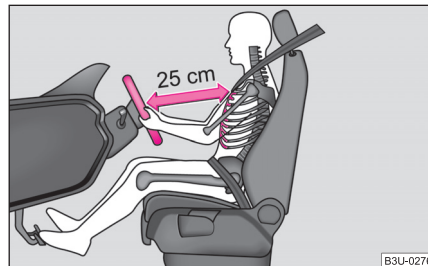

Fig. 128 Distanța corectă a conducătorului față de volan ►
- Reglați astfel scaunul conducătorului auto încât distanța dintre volan și torace să fie de cel puțin 25 cm ⇒ pagina 122, fig. 128.
- Între conducător și volan trebuie să existe o distanță de cel puțin 25 cm ⇒ pagina 122, fig. 128. Dacă nu se respectă această distanță, sistemul airbag nu își poate exercita eficiența maximă – Pericol!